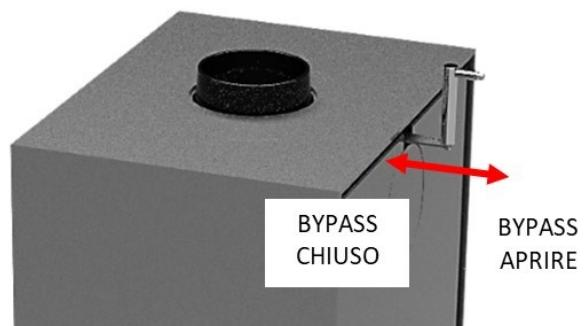

Fig. 13
- Se la sua stufa ha un sistema Catalytic Hybrid Woodbox, è necessario aprire il bypass spostando verso la parte posteriore il comando che si trova nella parte posteriore superiore della stufa (vedi Fig. 13).